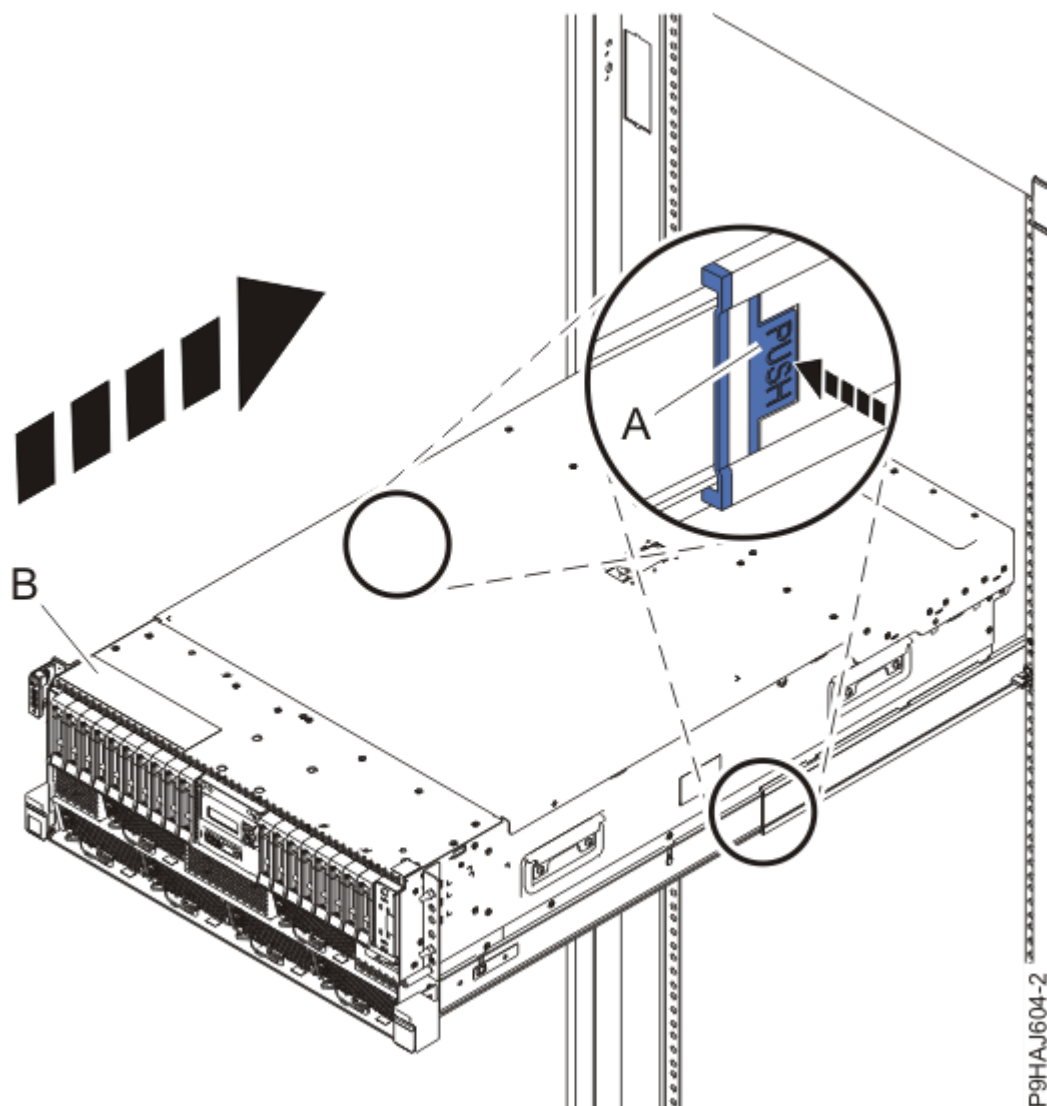

Figure 16. Mise en position de fonctionnement du système
3. Pour un système monté en armoire, déverrouillez les loquets de sécurité bleus **(A)** en les poussant vers l'intérieur, comme illustré dans la Figure 16, à la page 19.